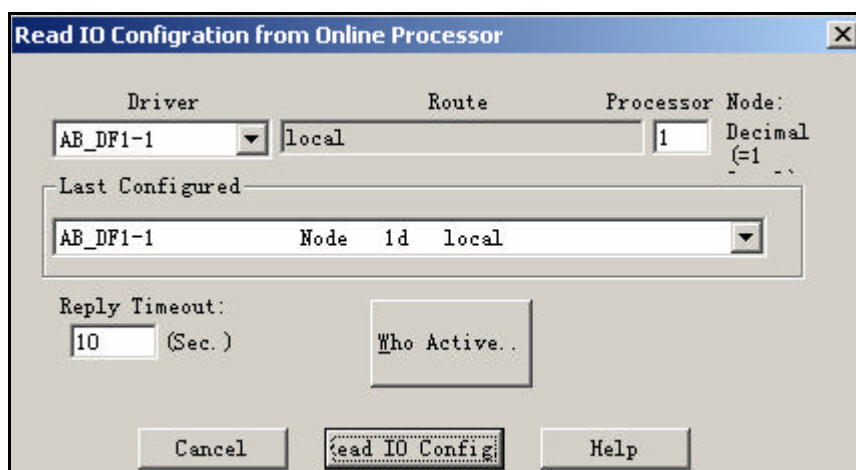

图 3-132 读取 IO 组态信息
(8) 单击 Read IO Config. (读 I/O 组态信息) 按钮，弹出读 I/O 组态信息对话框，如图 3-132 所示。